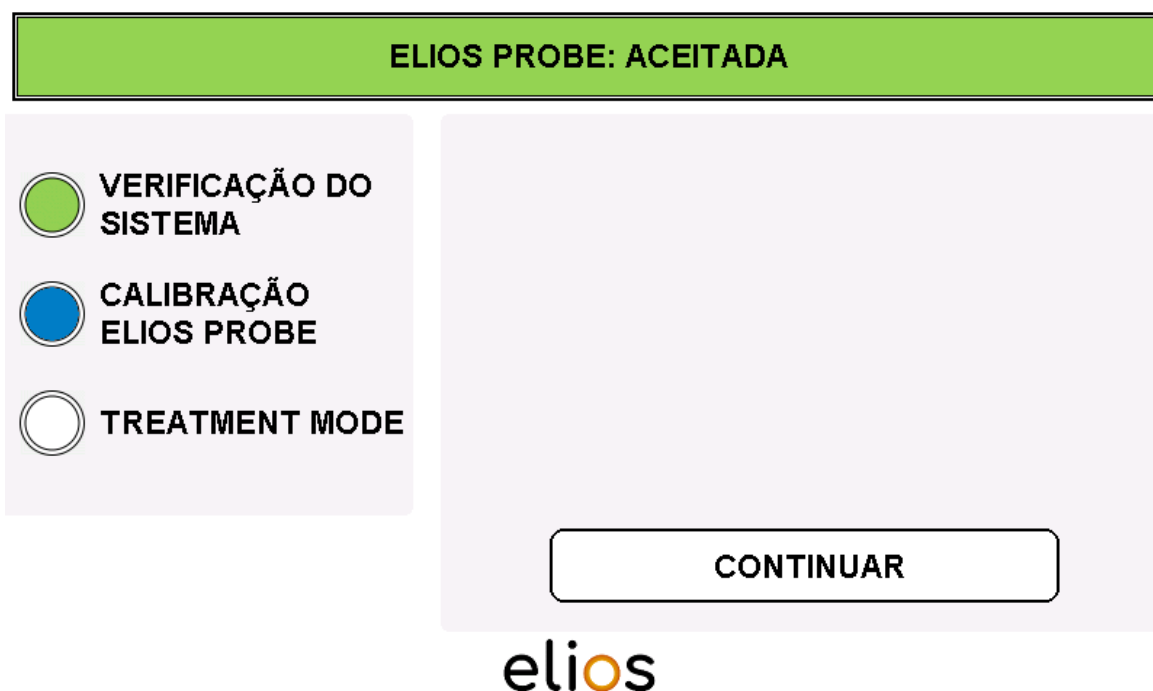

Fig. 4-7: Reconhecimento da fibra – Sonda ELIOS: ACEITE
- Se for ligada uma fibra nova à consola laser ELIOS, é apresentada a notificação "**SONDA ELIOS: ACEITE**". O item de menu seguinte está então disponível premindo "**CONTINUAR**" (Fig. 4-7).